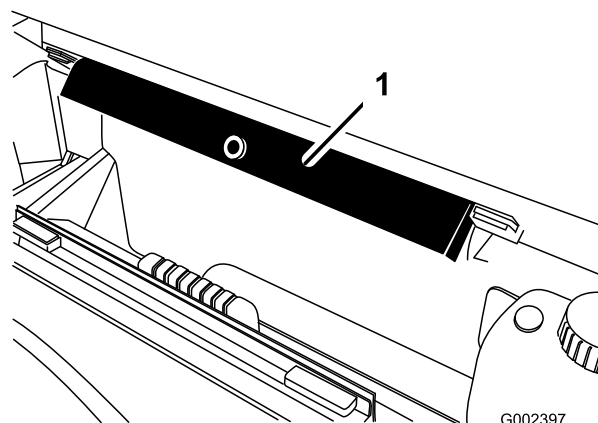

Figure 97
8. Sortez la béquille de sécurité des supports de rangement au dos du panneau du système ROPS (Figure 97).